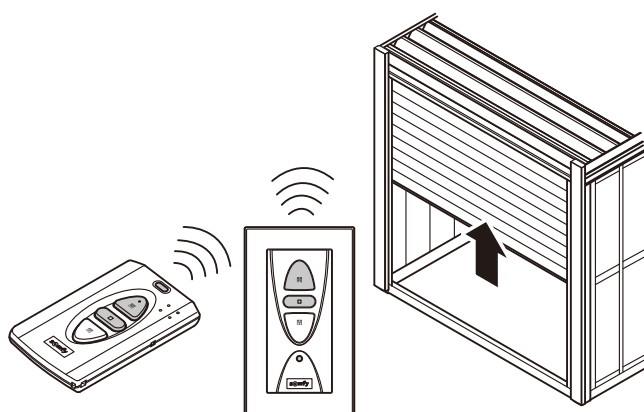

図11-3 シャッターを開けるとき
- ①「開」スイッチを押してください。シャッターが上昇します。(図11-3参照)